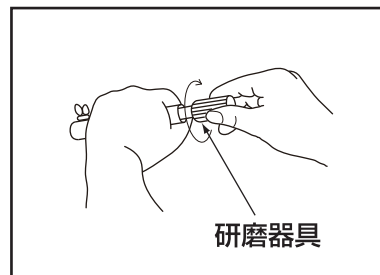

図49
3.屑抜き工具本体を左手で保持して、右手で研磨器具を右方向に軽く5~6回、回転させて研磨してください。 図49 参照